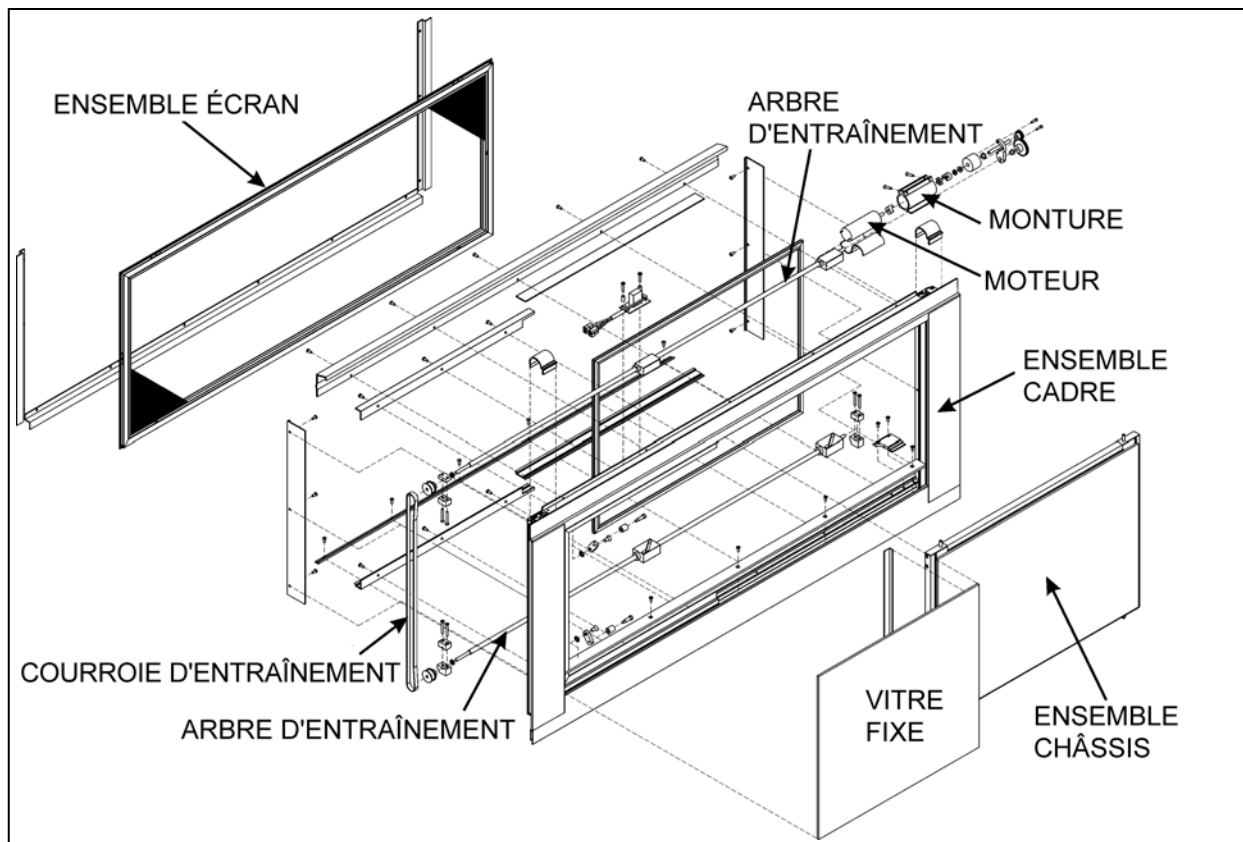

FIGURE 40 : VUE ÉCLATÉE D'UNE FENÊTRE ÉLECTRIQUE COULISSANTE
4. Desserrer les vis butées numéro 5 (figure 40) (faire pivoter le bras pour accéder à la deuxième vis butée) et désengager le bras pivotant du bout d'arbre.